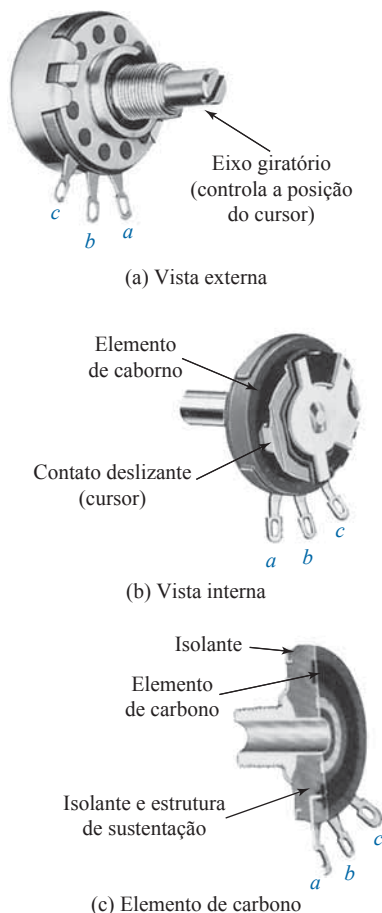
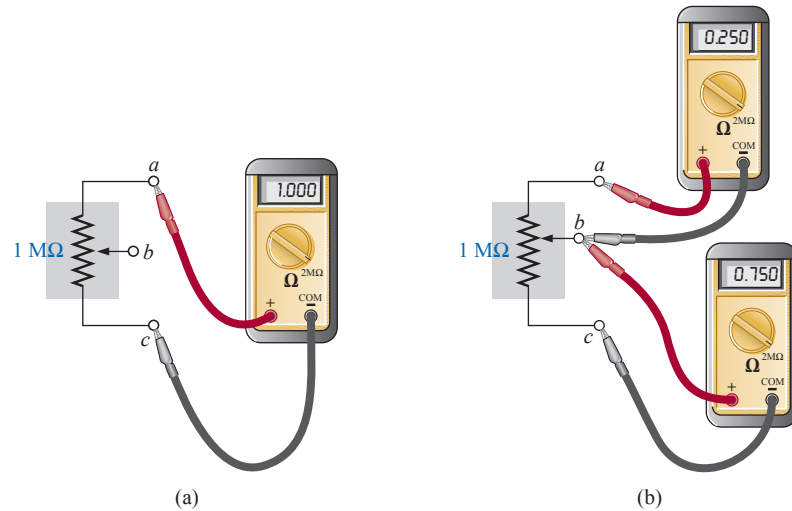

Figura 3.17 Potenciômetro com resistor de carbono. (Cortesia da Allen-Bradley Co.)
Figura 3.18 Componentes resistivos de um potenciômetro: (a) entre os terminais externos; (b) entre o contato móvel e cada terminal externo.
A maioria dos potenciômetros tem três terminais nas posições relativas mostradas na Figura 3.17. O botão, a chave ou o parafuso situado no centro do encapsulamento controla o movimento de um contato que pode se mover ao longo de um elemento resistivo conectado entre os dois terminais externos. O contato está ligado ao terminal
*A resistência entre os terminais externos *a* e *c* da Figura 3.18(a) (e da Figura 3.17) é sempre fixa no valor máximo do potenciômetro, independentemente da posição do cursor ligado a *b*.*
Em outras palavras, a resistência entre os terminais *a* e *c* vistos na Figura 3.18(a) para um potenciômetro de $1\text{ M}\Omega$ é sempre $1\text{ M}\Omega$, não importa o quanto giremos o controle, deslocando o contato. Na Figura 3.18(a), o contato central não está ligado ao circuito.
Na Figura 3.18(b), o cursor foi colocado a 1/4 da distância entre os pontos *a* e *c*. A resistência resultante entre os pontos *a* e *b* é, portanto, 1/4 do total, ou seja, $250\text{ k}\Omega$
Isso é demonstrado pela ilustração na Figura 3.18 (b), em que 250 kΩ + 750 kΩ = 1 MΩ. Especificamente,